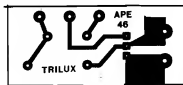

Fig.2
- FIG. 2 - LAY OUT DO CIRCUITO IMPRESSO ESPECÍFICO - A placa de Circuito Impresso para o TRILUX é uma "caquinha"... Qualquer "lascia" de fenolite virgem que esteja aí, jogada naquela caixa de tranqueiras sob a bancada do Leitor/Hobbysta, servirá, já que as dimensões são "nada x mais um pouco"... Também o padrão cobreado (visto em tamanho natural, na figura...) é extremamente simples, e mesmo quem vai se "aventurar" a confeccionar sua primeira placa, conseguirá terminar o assunto com sucesso... É lógico que usando-se decalques apropriados, a "coisa" ficará mais bonita, mas dada a extrema simplicidade do lay out, mesmo uma traçagem simples, feita à mão, com caneta própria e tinta ácido-resistente, resultará